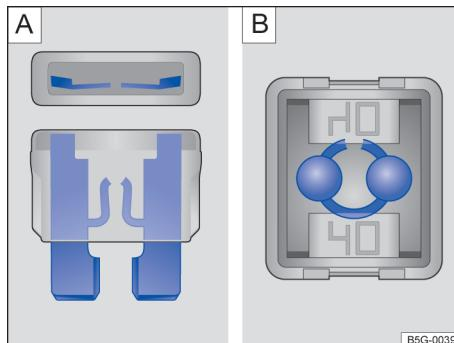

Fig. 142 Fusível queimado: **A**: fusível plano, **B**: fusível de bloqueio.
- Um *fusível plano (ATO[®], MINI[®])* queimado é reconhecido de cima ou de lado pela carcaça transparente nas faixas metálicas derretidas → Fig. 142 [A].
- Um *fusível de bloqueio (JCASE[®])* queimado é reconhecido pelas faixas metálicas derretidas por cima da carcaça transparente → Fig. 142 [B].